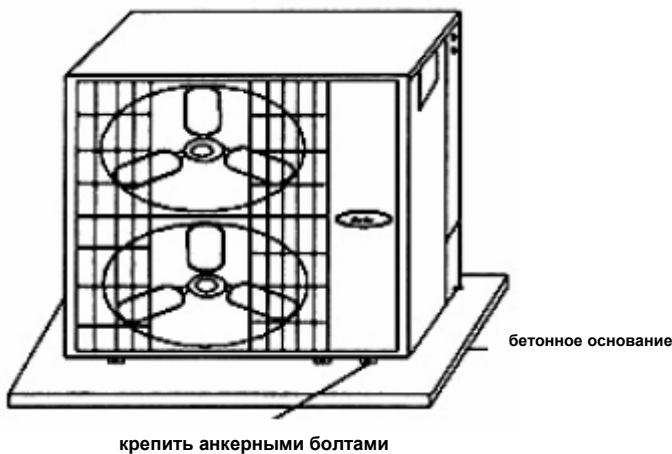

Рис. 4 Монтаж на земле
- 1) **УСТАНОВКА НА ЗЕМЛЕ** – Установка производится на твердом, горизонтальном бетонном основании. Если условия и местные нормы требуют прикрепить блок к основанию, то следует использовать фундаментные болты, прикрепляемые через пазы в монтажных лапах (рис. 4). Не следует устанавливать блок непосредственно на землю.